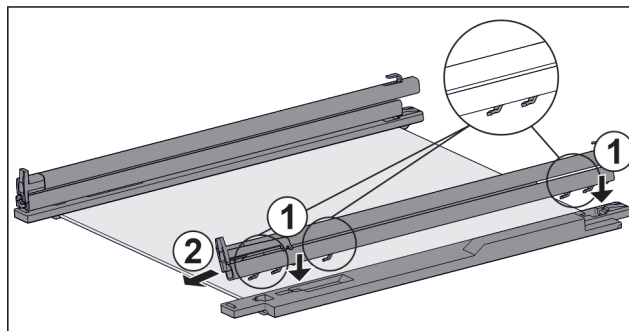

Fig. 130 Стеклопанель с направляющими и крепежными элементами
- ▶ Поместите крючки направляющей в отверстия **левого** крепежного элемента. Fig. 130 (1)
- ▶ Потяните направляющую вперед. Fig. 130 (2)
- ▶ Поместите крючки направляющей в отверстия **правого** крепежного элемента. Fig. 130 (1)